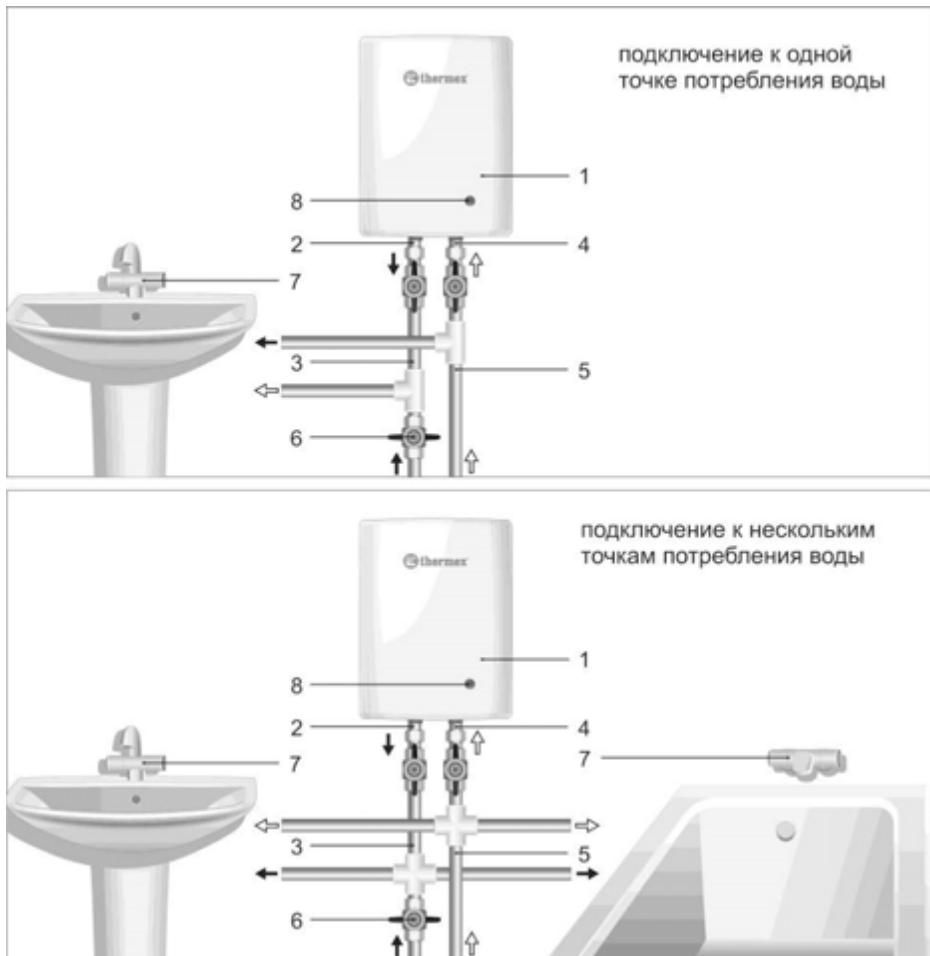

Рис.5 Схема подключения ПЭВН Thermex Surf Plus 4500, ThermexSurf Plus 6000 к водопроводу.
1. Поток воды контролируется краном горячей воды на смесителе (п. 7, Рис.5) на выходе из ПЭВН. Уменьшая поток воды, вы увеличиваете температуру воды на выходе и, соответственно, наоборот.
2. При наличии протока и давления воды не менее 0,05 МПа включение ПЭВН и нагрев происходит автоматически, при этом загорается индикаторная лампочка (п. 8, Рис.5) на лицевой панели.
4. Для выключения водонагревателя нужно закрыть кран горячей воды на смесителе (п. 7, Рис.5), датчик давления автоматически разомкнёт цепь подачи электроэнергии к нагревательному элементу, при этом индикаторная лампочка на лицевой панели погаснет(п. 8, Рис.5).